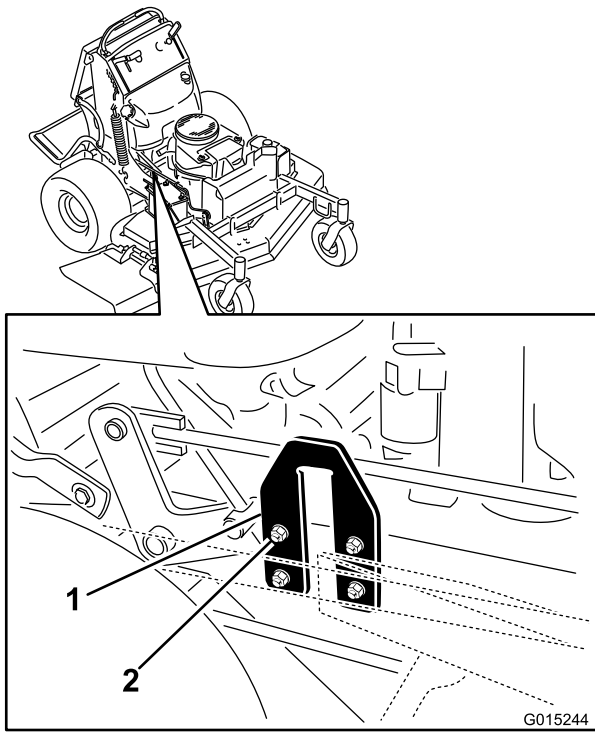

Figura 86
- Localice las chapas con forma de U en los laterales de la carcasa del motor (Figura 86).
- Afloje la chapa en U en un lado y ajústela hacia arriba o hacia abajo hasta que la diferencia entre las medidas **B** y **C** sea de no más de 6 mm, según se muestra en Figura 86.